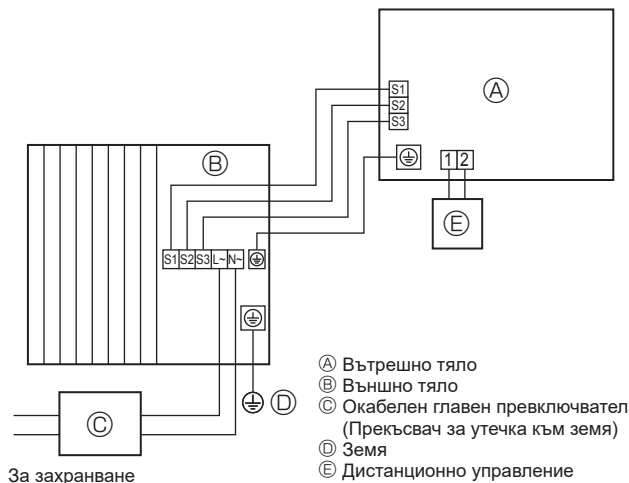
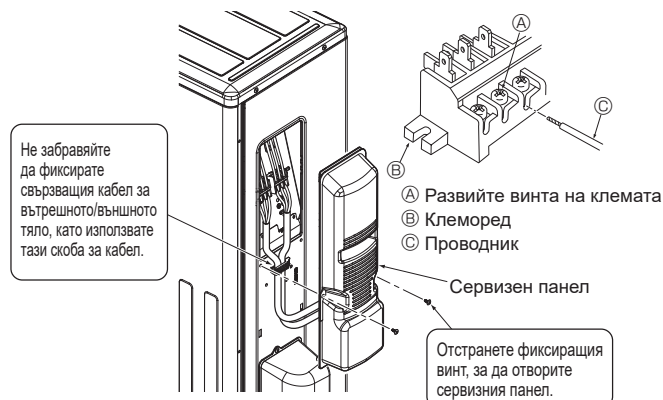

Fig. 6-1
Fig. 6-3
6.1. Външно тяло (Fig. 6-1, Fig. 6-2, Fig. 6-3)
- ① Отстранете сервисния панел.
- ② Опроводете кабелите, като направите справка с Fig. 6-1, Fig. 6-2 и Fig. 6-3.